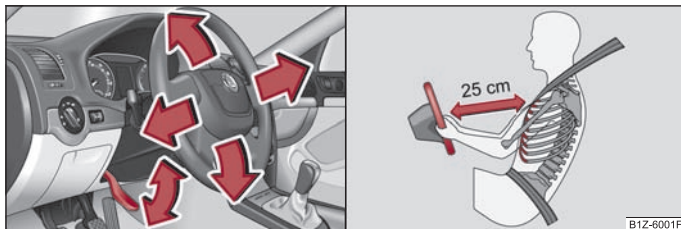

Fig. 83 Volante regulable: Palanca bajo la columna de dirección
- Gire la palanca situada debajo de la columna de dirección hacia abajo ⇒ fig. 83 - lado izquierdo. Tenga en cuenta las indicaciones ⇒ ⚠.
- El conductor se ha de mantener a una distancia mínima de 25 cm del volante ⇒ fig. 83 - lado derecho. Si no respeta la distancia mínima, el sistema de airbag no podrá protegerle - ¡Peligro de muerte!